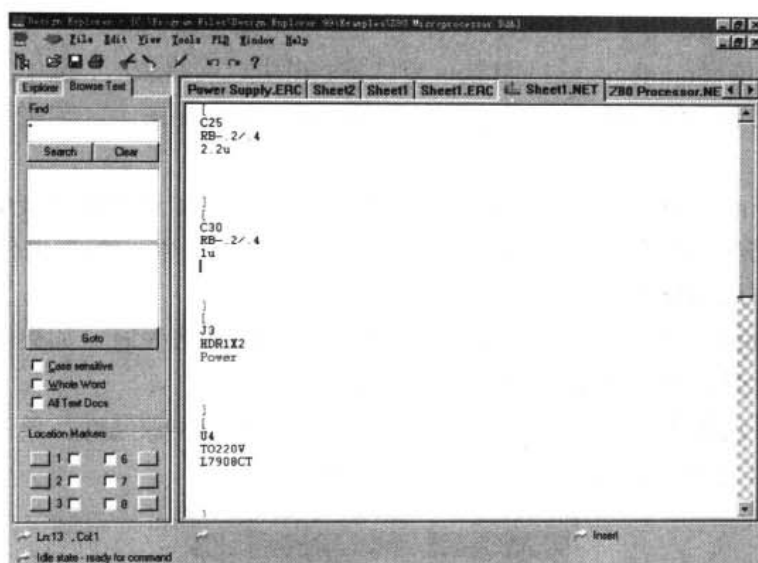

图 7-9 生成网络表 Sheet1.NET
- (2) 完成设置后，用鼠标单击 OK 按钮后，系统即进入生成网络表过程，并生成网络表文件。其文件名与主电路图的文件名相同，扩展名为 NET。系统将自动打开此网络表，如图 7-9 所示。